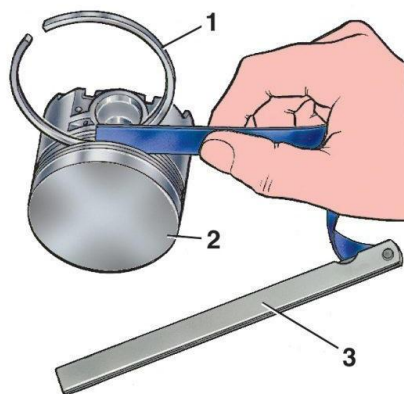

Рис. 53. Проверка бокового зазора между кольцом и канавкой поршня: 1 – поршневое кольцо, 2 – поршень, 3 – набор щупов
*Подбор поршневых колец* проводится с учетом размеров поршня и цилиндра. При подборе колец по поршню их прокатывают по канавке поршня и щупом измеряют зазор между торцом кольца и канавкой поршня (рис. 53).